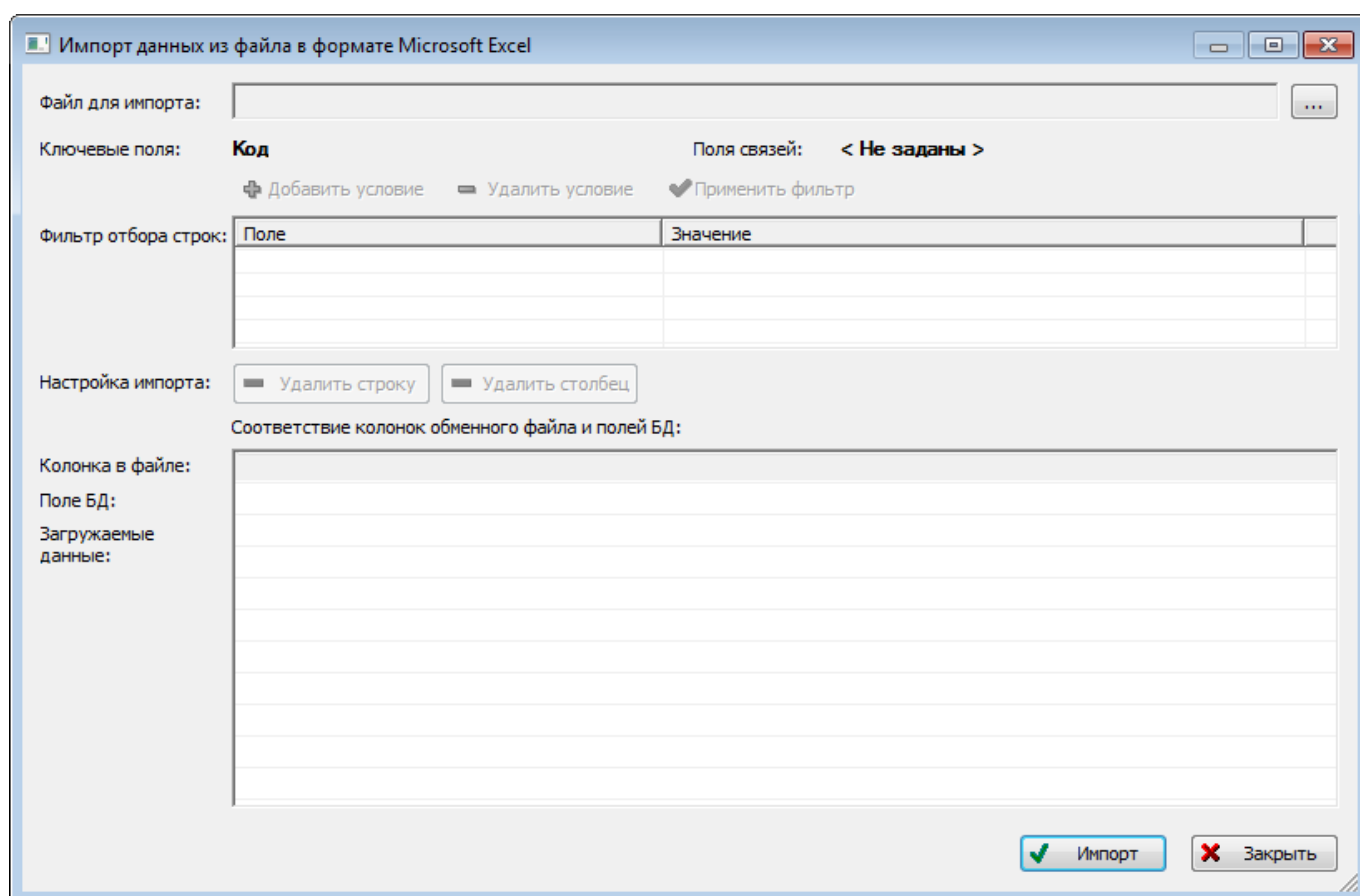

Рис. 13-461 – Окно импорта из файла Excel
2) Выбрать в рабочем окне «Авиационные события» папку, в которую будут добавлены данные из файла, и нажать кнопку «Импорт из Excel» панели «Импорт/экспорт» (рис. 13-461).